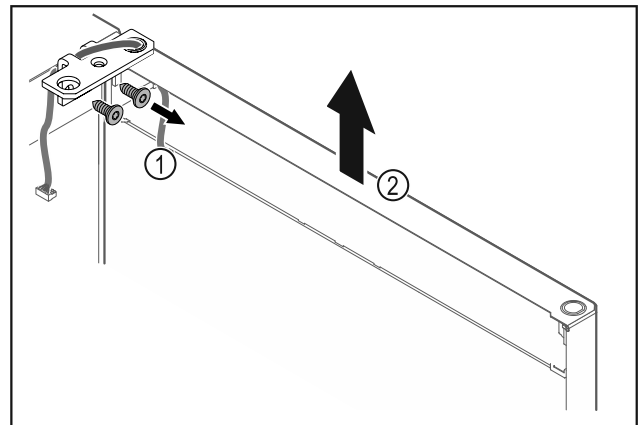

Fig. 17
- ▶ Deşurubaţi Fig. 17 (1) colţarul balamalei.
- ▶ Ridicaţi uşa inclusiv colţarul balamalei Fig. 17 (2) aproximativ 200 mm drept în sus şi detaşaţi-o.